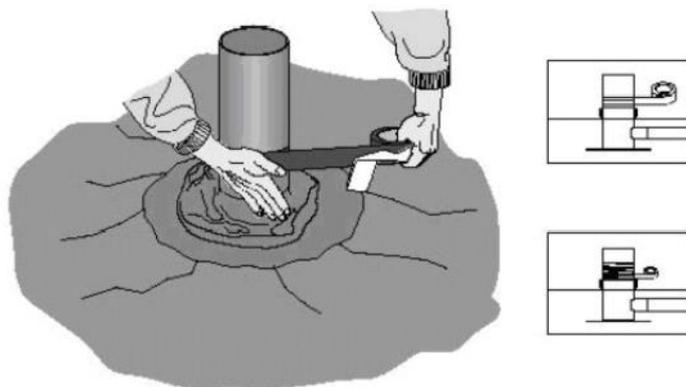

Figura 18
6. Ligue-o ao tubo com a ajuda da fita e do adesivo em PVC fornecidos com o Kit de ligação (figura 18).